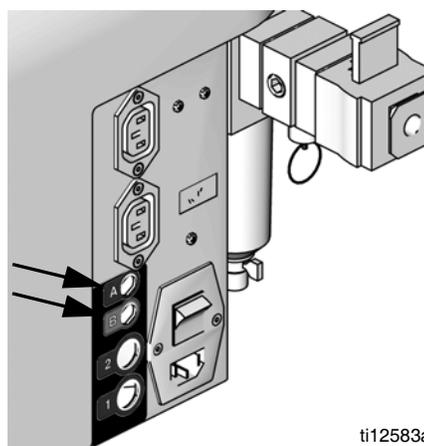

図 6: タンクリフィルキットの電源
2. **A 側タンクにタンクリフィルキットを取り付けるには**、マシンの背面にある「A」コネクタにタンクリフィルキット電源コードを接続して下さい。図 6 を参照。
B 側タンクにタンクリフィルキットを取り付けるには、マシンの背面にある「B」コネクタにタンクリフィルキット電源コードを接続して下さい。図 6 を参照。